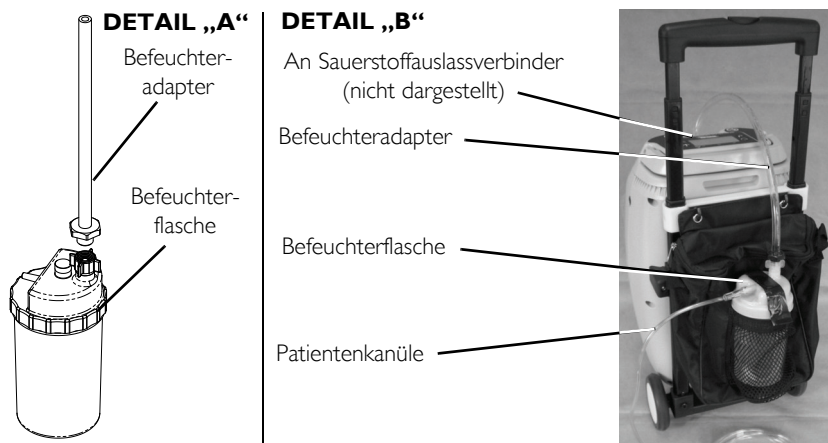

ABBILDUNG 6.4 Befestigung des Befeuchters
HINWEIS: Nähere Angaben zu diesem Verfahren finden Sie in ABBILDUNG 6.3 und ABBILDUNG 6.4 auf Seite 231.
3. Befeuchteradapter durch drehen der Flügelmutter an der Befeuchterflasche im Uhrzeigersinn an die Befeuchterflasche anbringen, bis dieser fest sitzt. Siehe Detail „A“ in ABBILDUNG 6.4.
4. Befeuchterflasche/-adapteeinheit in die Außentasche der Zubehörtasche stecken. Die Zubehörtasche wie in ABBILDUNG 6.4 dargestellt, an der Karre befestigen.
6. Sauerstoffschläuche der Befeuchterflasche/-adapteeinheit an den Sauerstoffauslassverbinder am Konzentrator anschließen. Siehe Detail „B“ in ABBILDUNG 6.4.
7. Kanüle/Patientenversorgungsschlauch am Auslass der Befeuchterflasche anbringen. Siehe Detail „B“ in ABBILDUNG 6.4.